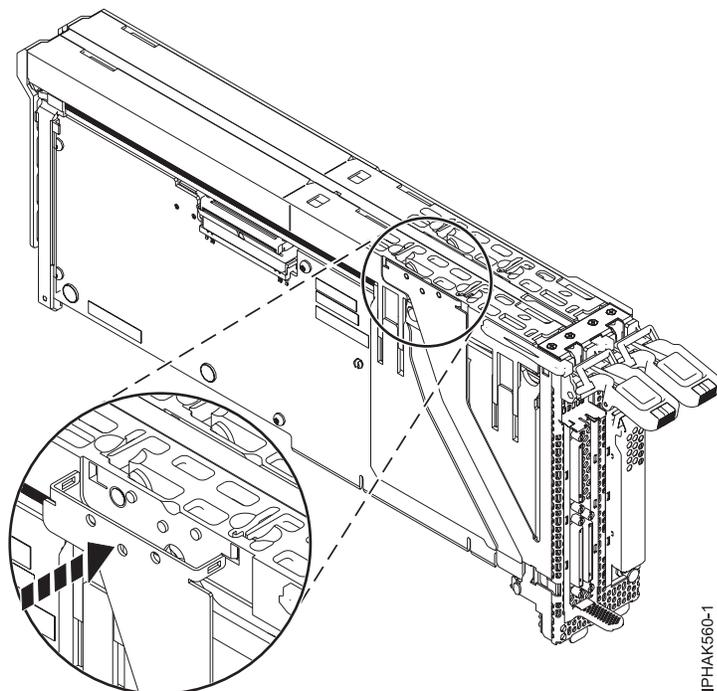

Figure 58. Fixation du cache
8. Fixez les bras extérieurs du bloc de cache en place. Voir figure 58.